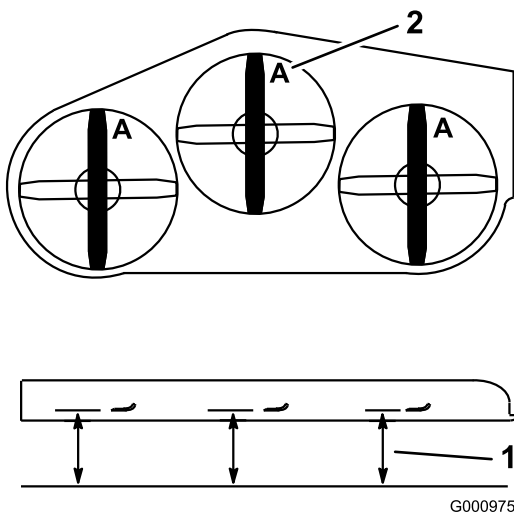
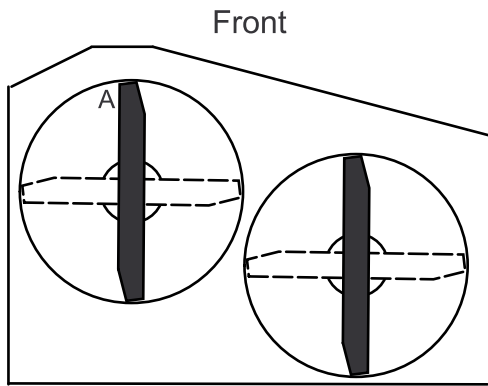

Figura 78
Figura 79
- Con la máquina ubicada en una superficie nivelada, coloque una cuchilla en posición longitudinal. Mida en la posición **A** desde una superficie nivelada hasta el filo de corte de los extremos de la cuchilla (Figura 78). Para carcasas de corte de 36 pulgadas, consulte la Figura 79.